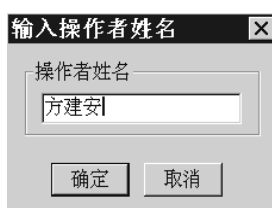
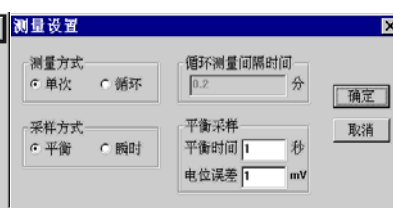

图 3
图 4
(1) 输入操作者姓名，如图 3 所示。键入操作者姓名（英、中或拼音）。单击【确定】。
(2) 测量设置如图 4 所示。测量方式→单次或循环；采样方式→平衡或瞬时（通常选取平衡）；平衡时间→输入平衡时间，如 1 秒；电位误差→输入允许测量值的跳动范围，如 0.5~1mV。单击【确定】。
(2) 测量设置如图 4 所示。
(1) 输入操作者姓名，如图 3 所示。测量设置如图 4 所示；选择浓度单位，如图 14 所示；输入分子量、转换
(1) 输入操作者姓名，如图 3 所示；测量设置如图 4 所示。
(2) 分别输入电导电极常数，溶液的温度系数，温度传感器的斜率、截距和量程切换时间。然后单击【确定】。